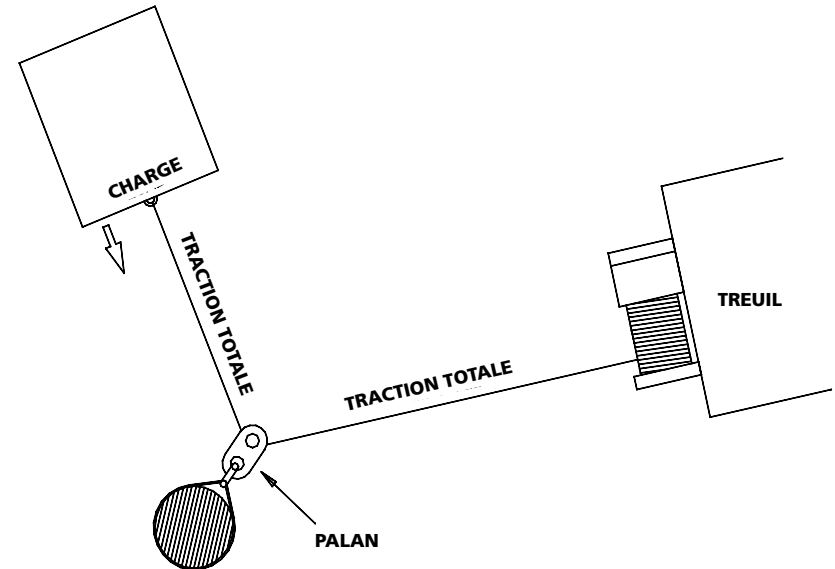

Fig. 13
5. La figure 13 illustre l'utilisation d'un palan pour changer la direction de la traction. On peut obtenir un avantage mécanique en attachant un palan à l'élingue en nylon avec une manille et en faisant passer le câble métallique jusqu'au point d'ancrage.